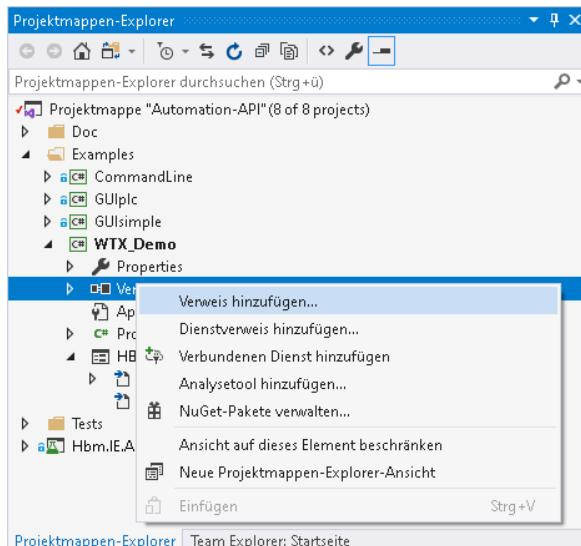
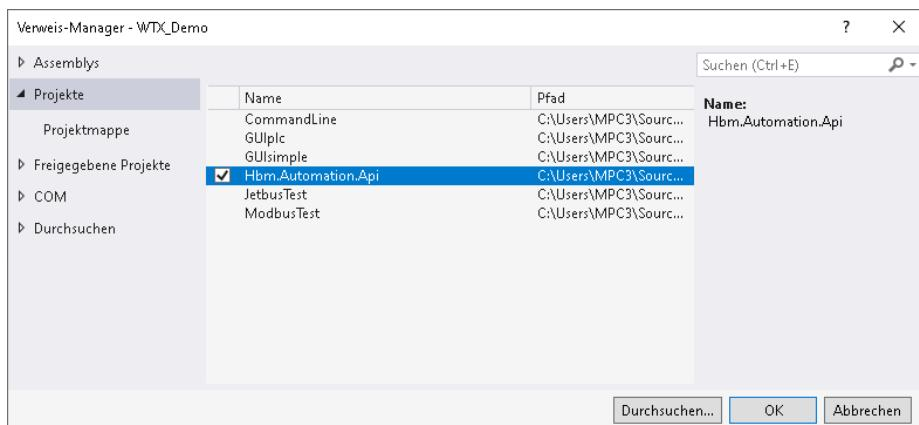

Abb. 7.8 Verweis hinzufügen
Abb. 7.9 HBM Automation API auswählen
- ▶ Fügen Sie den Verweis auf die HBM Automation API hinzu (Abb. 7.8 und Abb. 7.9).